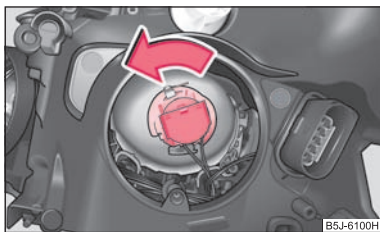

Fig. 169 Dépose de l'ampoule pour feu de croisement
- Faire tourner la fiche avec l'ampoule à fond vers la gauche ⇒ fig. 169 et la sortir.